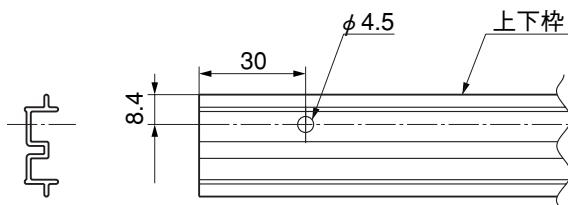

図4-6
- ③ Y1型、Y2型、Y3型の場合は、切断した上下枠の端部から30mm、内側から8.4mmのところにφ4.5の孔を開けてください。（図4-6参照）
- ④ 上桿、下桿、上下枠、横パネル部材をもとのように取付けてください。